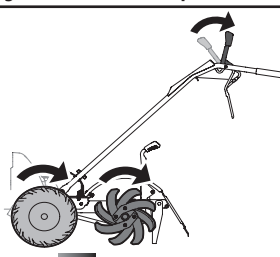

Figure 20
- c. Lorsque le motoculteur est en marche arrière, les dents tournent vers l'arrière. Voir Figure 20.